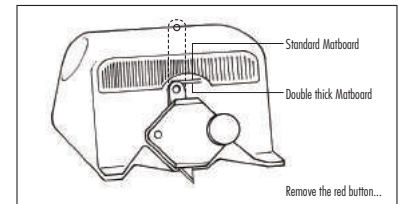

Fig. 1
- 1 Install blade by loosening knob and sliding blade into slot. Adjust depth to single matboard or double thick. (Fig. 1)
- 1 Installer la lame en desserrant le bouton et en glissant la lame dans la fente. Régler la profondeur pour un carton unique ou une double épaisseur (Fig. 1).
- 1 Para instalar la cuchilla suelte el tornillo e introduzca la cuchilla desde arriba en la ranura. Ajuste el grosor (simple o doble) (Fig. 1).
- 1 Zum Einlegen der Klinge Klängenknopf lösen und Klinge von oben in den Schlitz einschieben. Einstellen auf einfache oder doppelte Dicke (Fig. 1).
- 1 Installare la lama svitando la sicura e posizionarla nella guida. Regolare la profondità per lo spessore del passapartout desiderato (Fig. 1)